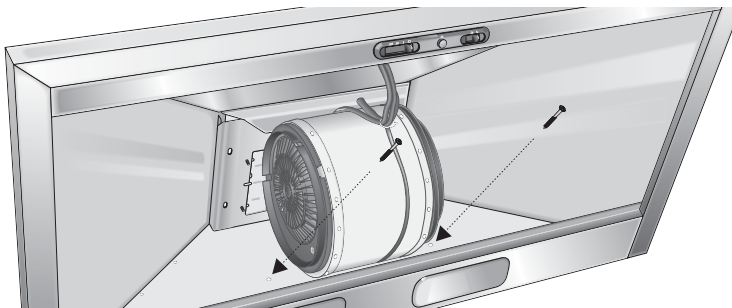

Fig. 6
- Fissare alla parete il corpo cappa, utilizzando le due viti in dotazione M5 x 40 (Fig.6).
- Fix the hood case to the wall by means of the two M5 x 40 screws included in the supply (Fig. 6).
- Fixer le corps de la hotte au mur, en utilisant les deux vis en dotation M5 x 40 (Fig.6).
- Befestigen Sie das Gehäuse der Abzugshaube mit Hilfe der beiden beiliegenden Schrauben M5 x 40 an der Wand (Abb. 6).
- Ophæng hoveddelen af kappen ordentligt på væggen ved brug af de to vedlagte skruer M5 x 40 (Fig. 6). Husk hele tiden at afstanden mellem kogepladen og det understes af kappen ikke må være under 65 cm.
- Fastgør hoveddelen af kappen til væggen ved hjælp af de to vedlagte skruer M5 x 40 (Fig. 6).
- Bevestig het afzuigtoestel aan de muur, gebruik makende van de twee ter beschikking gestelde schroeven M5x40 (Fig.6)